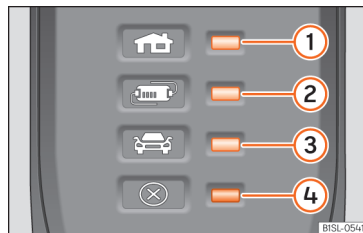

Abb. 62 Am Ladekabel für Netzsteckdosen: Kontrollleuchte in der Schutzeinrichtung.
» » (Abb. 62):
»» (Abb. 62) ist der Ladestecker so lange stromlos, bis er in die Ladedose des Fahrzeugs eingesteckt wird.
»» (Abb. 62) ①, ② oder ③ leuchten grün.
Hinweis »» (Abb. 62)	Bedeutung
»» (Abb. 62) ④ rot.
»» (Abb. 62). Zur Überprüfung des Ladekabels ist ein SEAT-Vertragshändler aufzusuchen. Zur Überprüfung der Anschlüsse der Ladeinfrastruktur ist ein Fachunternehmen für Elektroinstallationen aufzusuchen.
»» (Abb. 62) ①, ② oder ③ die Betriebsanzeige dauerhaft leuchtet, liegt eine Störung vor.
Hinweis »» [Abb. 62]	Bedeutung